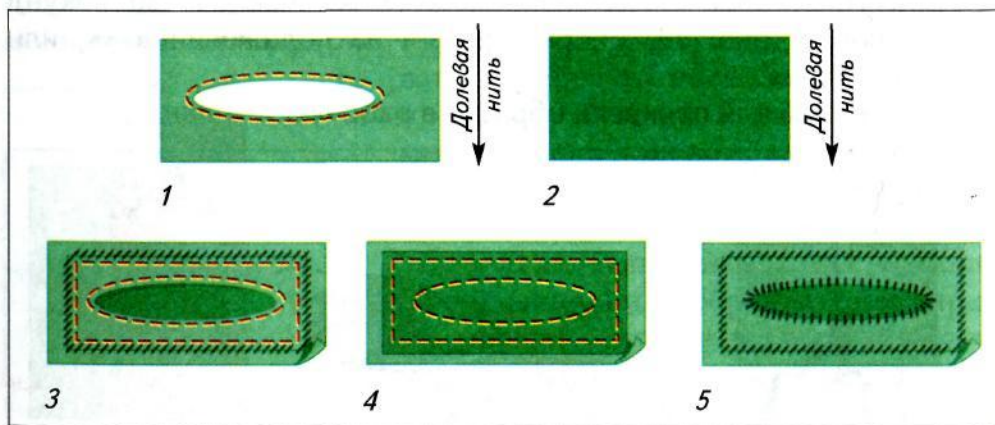

Рис. 81. Выполнение ремонта подкладной заплатой
Выполни ремонт подкладной заплатой (рис. 81).
1. Подрежь поврежденное место в форме овала или прямоугольника (рис. 81, 1). Определи направление долевой нити.
3. Определи долевую нить ткани, предназначенной для заплаты. Выкрой заплату, ее размеры должны быть в два раза больше размеров отверстия (рис. 81, 2).
5. Наложь заплату лицевой стороной на изнаночную сторону изделия, наметай (рис. 81, 3).
7. Приметай подогнутые края отверстия к заплате с лицевой стороны. Пришей мелкими косыми стежками (рис. 81, 4).
8. Удали нитки временного назначения (рис. 81, 5).